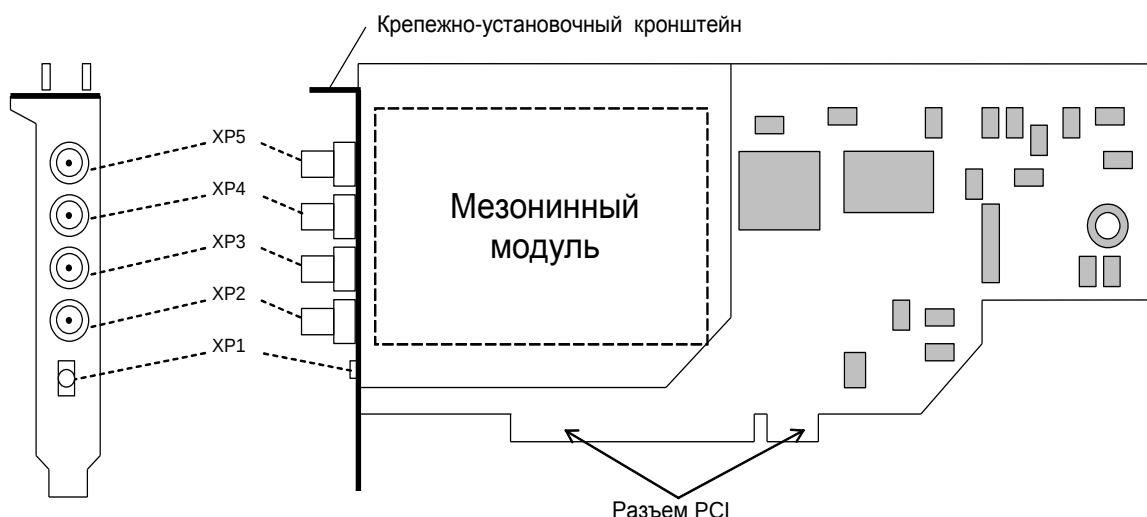

Рис. 4.1. Схема расположения разъемов.
4.2.5. Для предотвращения выхода из строя платы ЛА-н10М8-100 на входные разъемы необходимо подавать сигналы с параметрами, указанными в таблице (Таблица 4. 1). Расположения разъемов указано на рисунке (Рис. 4.1).